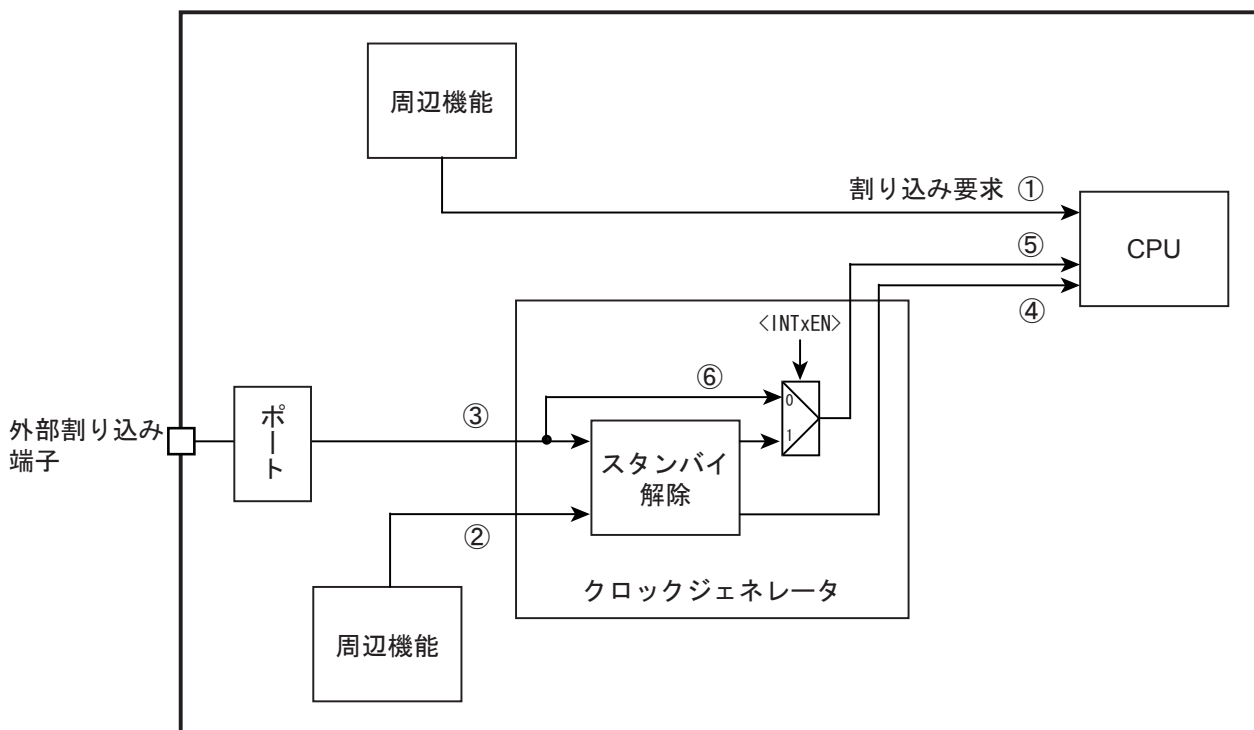

図 7-1 割り込みの経路
割り込み要求の経路を図 7-1 に示します。
外部割り込み端子からの入力信号は、入力ディセーブル($PxIE < PxIE = 0$)の場合"High"となります。また、外部割り込みをスタンバイ解除要因として使用しない場合（「図 7-1 割り込みの経路」の⑥の経路）、外部割り込み端子からの入力信号がそのまま CPU に伝わります。CPU は"High"入力を割り込みとして認識しますので、入力ディセーブルのまま CPU で該当する割り込みを有効にすると割り込みが発生します。